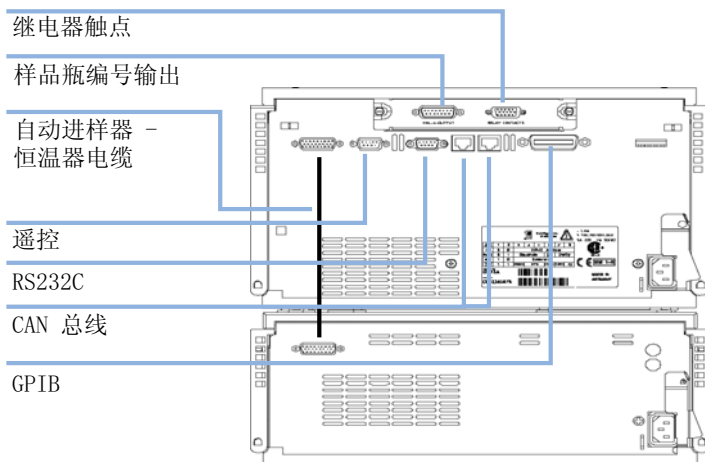

图 16 电缆的连接
- 9 把进样器和恒温器之间的电缆连接起来，参见第 46 页的图 16。